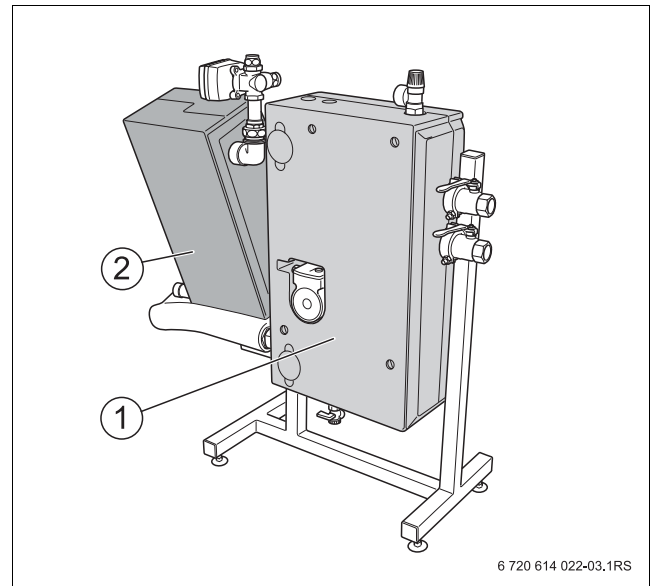

Bild 3 Pufferentladestation
- Wärmedämmung (→Bild 3, Seite 6, [1 und 2]) – dient der Dämmung